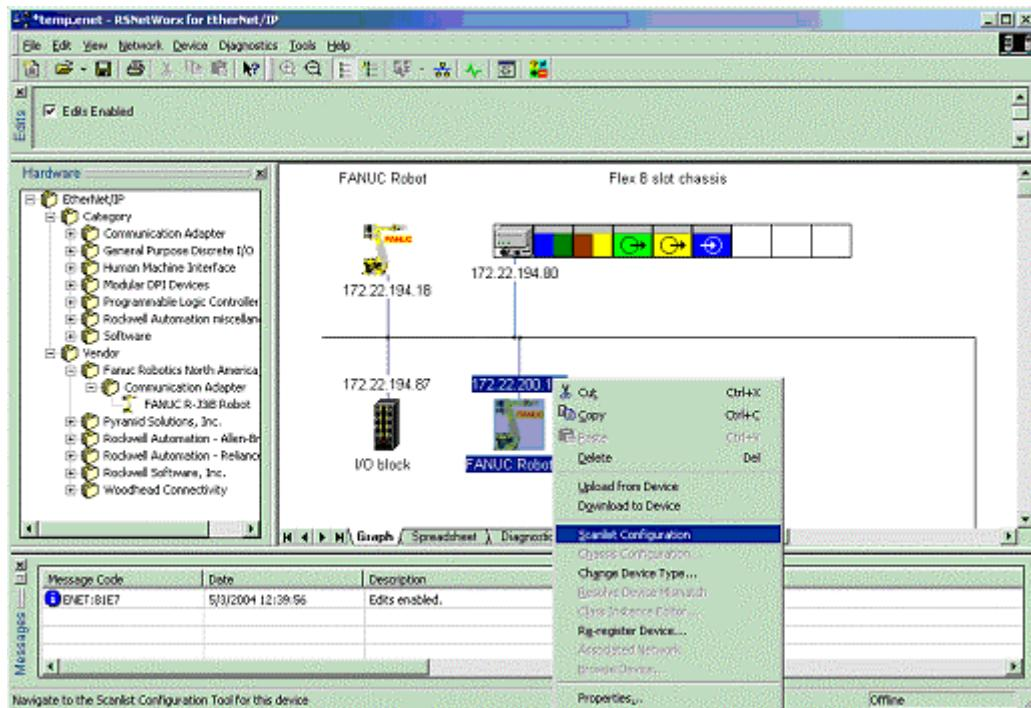

图 A.2 扫描清单设定画面
6. 右键点击机器人图标, 选择 Scanlist Configuration(扫描列表配置)。显示如下所示的画面。(图 A.2)